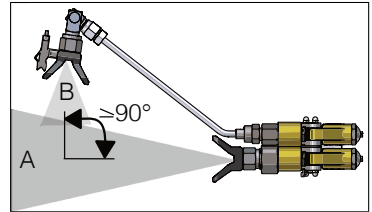

Fig. 12: Ángulo de ajuste para la boquilla del componente B
- ▶ Ajuste el interruptor inversor con la boquilla del componente B para que el material llegue al componente A en ángulo recto (véase Fig. 12).